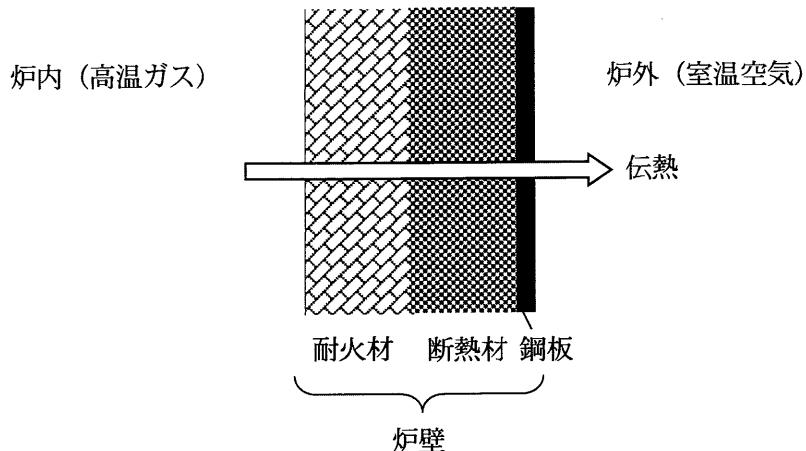

図1 炉内から炉外への伝熱
- (1) 図1のように、炉内の高温ガスから炉外の室温空気への伝熱を考える。炉壁は耐火材、断熱材、鋼板で構成されており、十分に大きな平板形状である。これらの部材の熱伝導率は鋼板、耐火材、断熱材の順に大きい。伝熱は定常状態にあり、部材間の接触熱抵抗は考えないものとする。
2) 耐火材、断熱材、鋼板の内部では伝導伝熱が生じており、各部材における熱流束は の式によって各部材の熱伝導率と温度勾配から計算される。図1に示した定常状態では、各部材における熱流束の大きさには、 の関係がある。